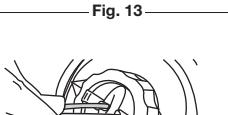

Fig. 15
2. Utilisant 16 pi (4,8 m) de 2,41 mm (0,095 po.) ligne poussée de recharge les deux extrémités de la ligne par les trous dans le bouton de bosse jusqu'à ce qu'ils dépassent par les œillets des deux côtés de la tête de découpage. Continuez de tirer la ligne jusqu'à ce qu'approximativement 8 pi (2,4 m) est évident des deux côtés de la tête de découpage. (Fig. 15)